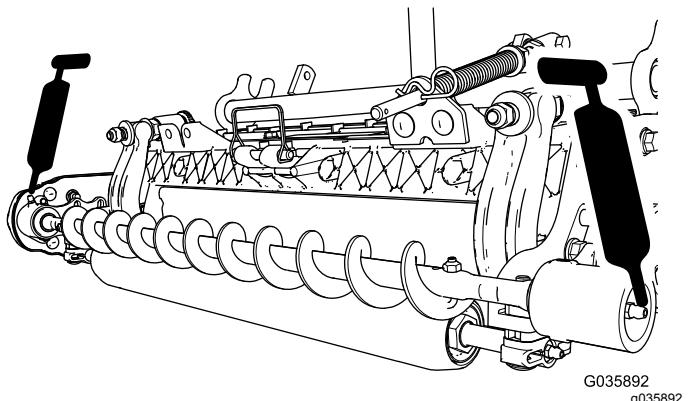

Figura 17
- Lubrique los engrasadores de cada uno de los alojamientos de cojinete del cepillo del rodillo con grasa de litio N° 2 (Figura 17).